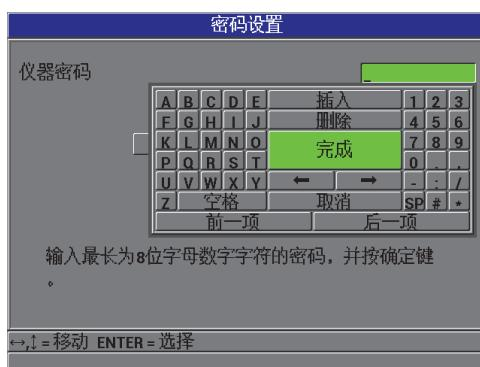

图 5-10 密码设置屏幕
2. 在密码设置屏幕中 (参见第 101 页的图 5-10), 可在仪器密码栏区中, 输入最多包含 8 个字母数字字符的密码。